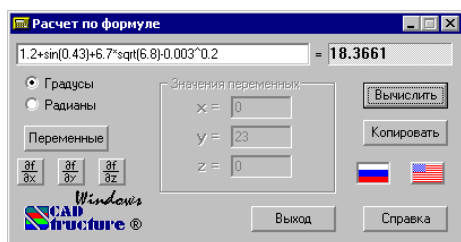

Рис. 2.4.1. Окно вычислителя
- **Расчет по формулам** (рис. 2.4.1), позволяющего выполнять расчеты по формулам, и